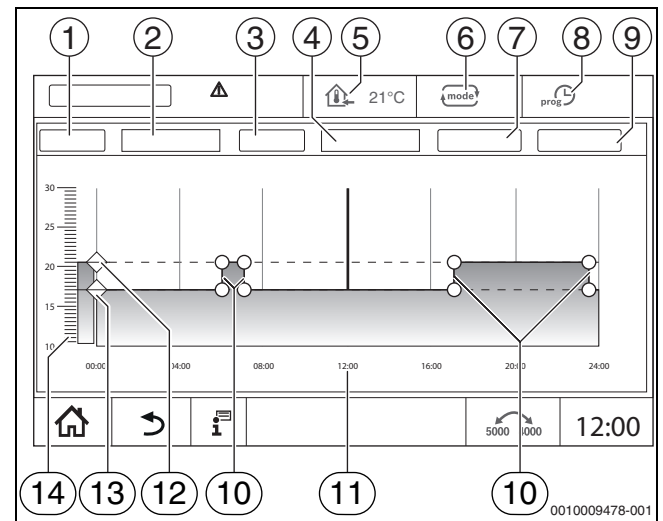

Bild 25 Zeitprogramm
- ▶ Symbol ♦ antippen, halten und auf die entsprechende Temperatur ziehen (→ Bild 25, [15], Seite 23).
- ▶ Symbol antippen und aus der Auswahlliste den Wochentag (→ Bild 25, [2], Seite 23) und das gewünschte Programm (→ Bild 25, [4], Seite 23) wählen.